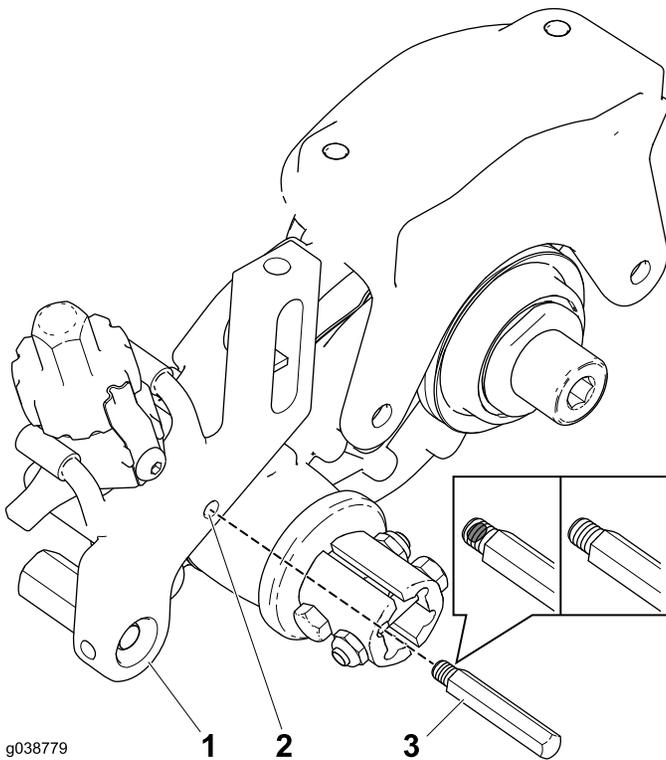

Figura 17
2. Prenda o pino do rastelo no braço da altura de corte (Figura 17).